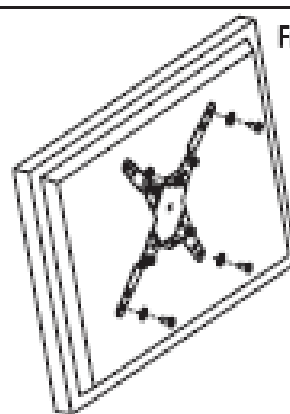

Fig. 8
4. Fije el soporte a la pantalla con los tornillos identificados en el paso 2 (ver. Fig. 8).